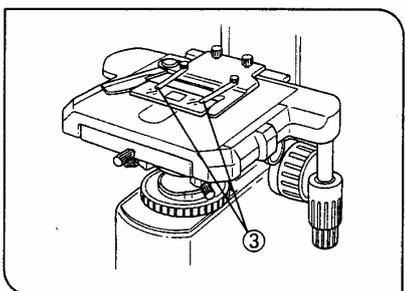

图 16
样品吸附浸油后可能会滑动。这种情况下，建议使用可选购的 BH2-SCB-3 样品弹簧夹③用于油镜条件下。(图 16)